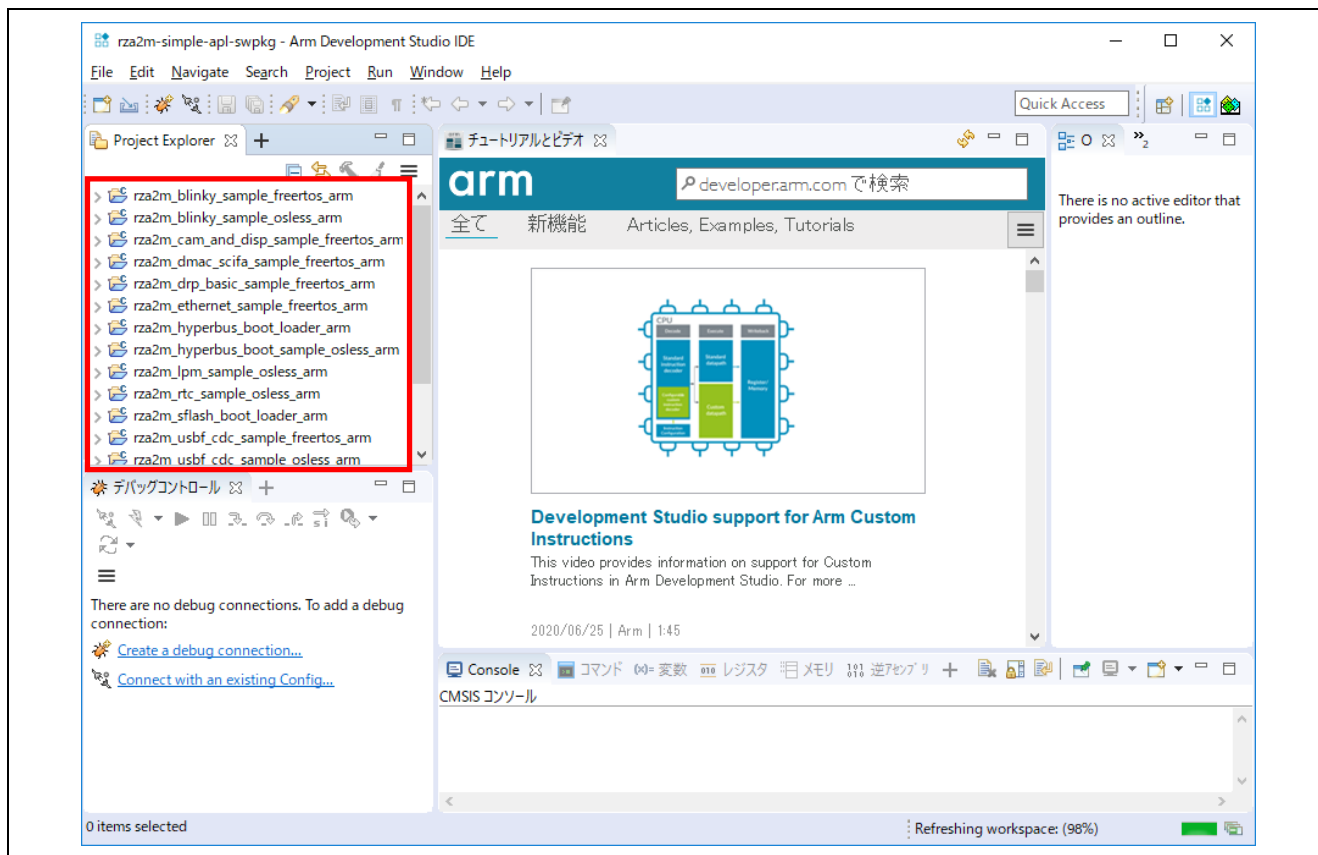

図 3-6 Project Explorer ウィンドウでの確認
- ターゲットプロジェクトのインポートが完了すると、プロジェクトエクスプローラーウィンドウで確認することができます(図 3-6)。